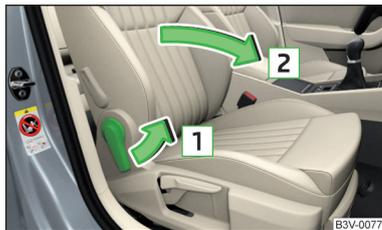

Abb. 91
- Zum **Vorklappen** den Hebel in Pfeilrichtung  ziehen und die Sitzlehne in Pfeilrichtung  vorklappen » Abb. 91. Die Verriegelung muss hörbar einrasten.